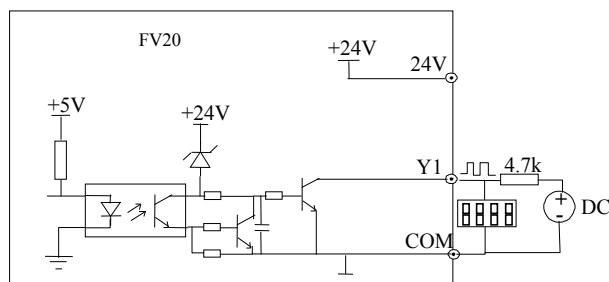

Рис. 4-16. Подключение выхода Y1 как источника тока
4. Когда Y1 применяется как импульсный выход, он также может использоваться с внешним источником тока. Подключение показано на рис. 4-16.